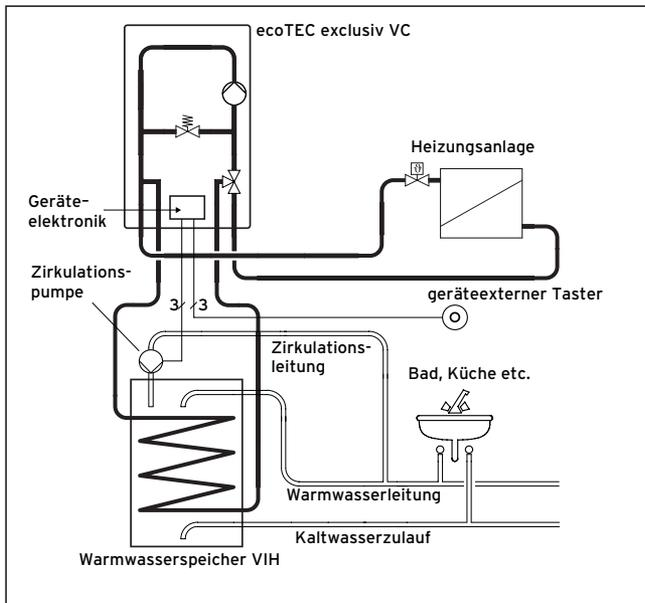
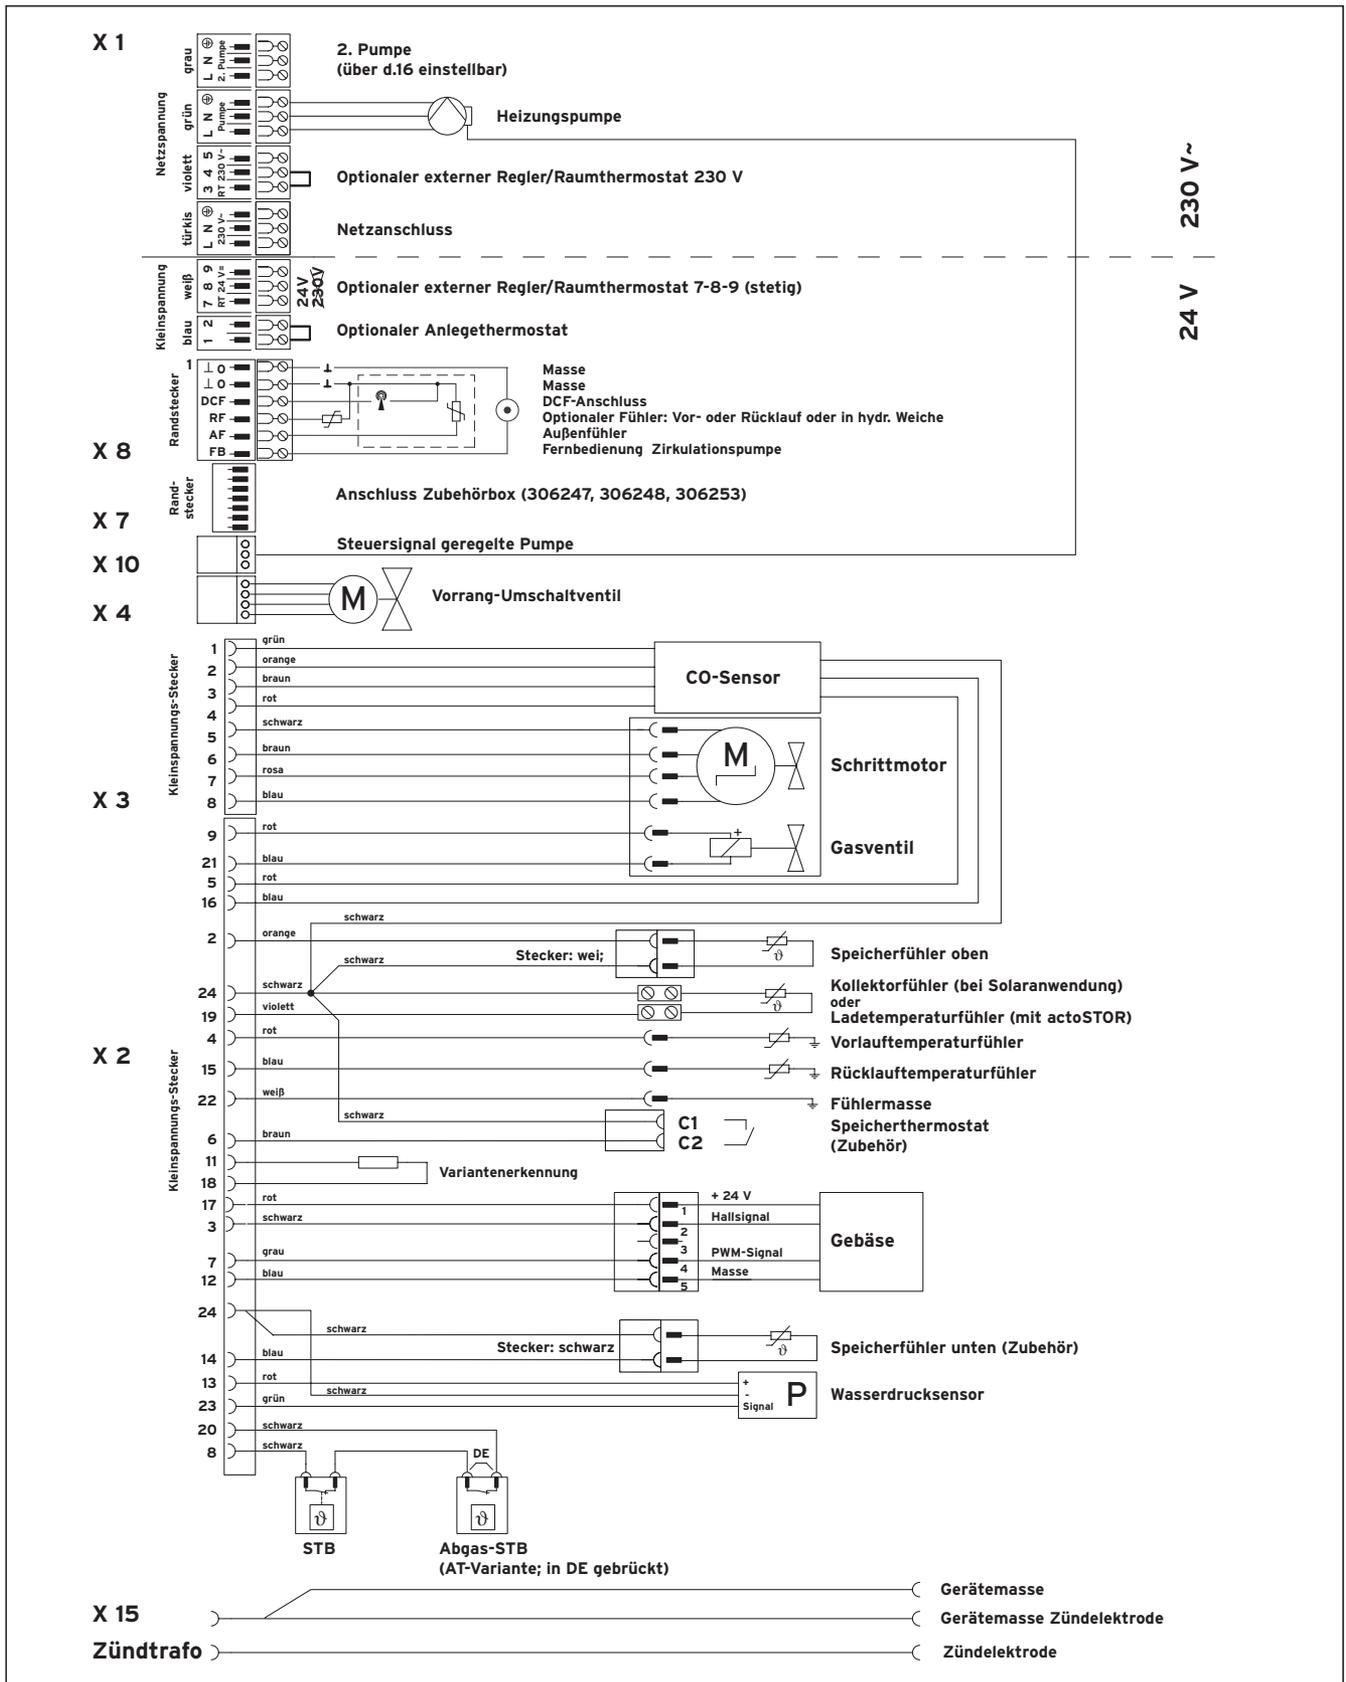

Abb. 4.9 Bedarfsabhängige Ansteuerung einer Zirkulationspumpe
Abb. 4.10 Anschlussplan ecoTEC exclusiv VC
- Schließen Sie die Anschlusskabel entsprechend Abb. 4.10 an die Steckplätze der Elektronik an (L, N und Erde). Verwenden Sie den ProE-Stecker des entfernten Netzanschlusskabels.
- Schließen Sie die Anschlusskabel entsprechend Tab. 4.2 und Abb. 4.10/4.11 an die entsprechenden ProE-Stecker bzw. Steckplätze der Elektronik an.
- Schließen Sie die Anschlusskabel entsprechend Tab. 4.2 und Abb. 4.10/4.11 an die ProE-Stecker bzw. Steckplätze der Elektronik an.
Die Elektronik des ecoTEC exklusiv bietet die Möglichkeit, die Zirkulationspumpe eines Warmwasserspeichers bedarfsgerecht (ähnlich wie ein Treppenlichtautomat) anzusteuern (s. Abb. 4.9). Die Ansteuerung erfolgt über einen bauseits zu stellenden, geräteexternen Taster, der an einer beliebigen Stelle in der Wohnung, z. B. Bad oder Küche, installiert sein kann. Der Taster wird an Klemmen X8/1 und X8/6 der Elektronik des ecoTEC exklusiv angeschlossen (s. Abb. 4.10). Bei Betätigung des Tasters wird die Zirkulationspumpe in Betrieb genommen. Nach 5 Minuten wird die Pumpe wieder abgeschaltet. Es können mehrere Taster parallel geschaltet werden. Unabhängig von der externen Ansteuerung der Zirkulationspumpe ist die Funktion „Ansteuerung durch programmierbare Zeitfenster“ durch einen Regler weiterhin möglich.
- Schließen Sie die Solarpumpe entsprechend Abb. 4.10 an den entsprechenden ProE-Stecker bzw. der Elektronik an.